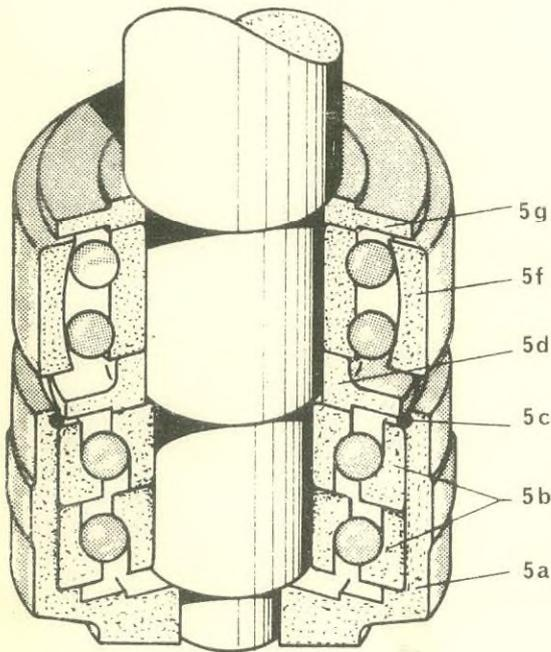

Bild 8/3
- 4) Die beiden Schrägkugellager 5b dürfen nur zusammen erneuert werden. **Beachte,** daß die Schrägkugellager nur in einer Richtung axial belastet werden dürfen. Sie müssen daher so eingebaut werden, daß der schmale Rand jedes Kugellager-Außenringes oben liegt (Bild 8/3). Bei falscher Anordnung werden die Kugellager sofort zerstört. Beim Einbau verfähre man wie folgt: Die angewärmten Schrägkugellager auf die Spindel schieben. Sprengring 5c über die Kugellager schieben. Kugellager erkalten lassen. Dann Fußlagerdruckgehäuse 5a über die Kugellager schieben. Sprengring 5c in die Nute des Fußlagerdruckgehäuses eindrücken.